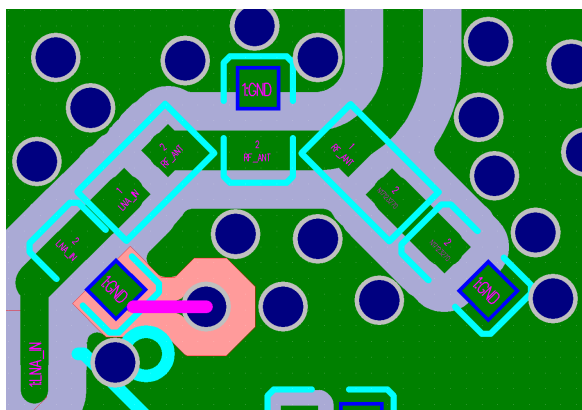

图 23: ESP32-S3 系列芯片四层板射频短截线设计
- π 型 CLC 匹配网络中靠近芯片侧对地电容的 GND 焊盘与地之间建议增加短截线，可有效抑制二次谐波。短截线的长度建议为 15 mil，线宽根据 PCB 叠层结构进行确定，确保短截线的特征阻抗为 100 $\Omega \pm 10\%$ 。此外，短截线地孔与第三层相连，第一、二层做 keep-out 隔离处理。图 23 中的高亮走线即为短截线。当 π 型匹配网络元器件封装为 0201 以上时，则无需做短截线处理。